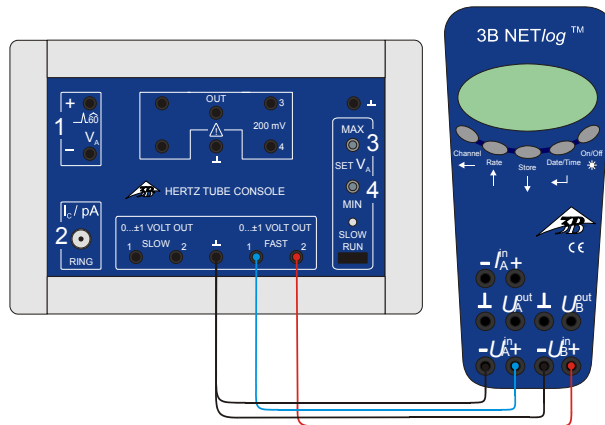

Fig. 2 Conexión del 3B NETlog™ en la unidad de control para tubos de potenciales críticos
- Se conecta la salida Fast 1 de la unidad de control en el entrada A, y resp. la salida Fast 2 en la entrada B de la 3B NET/log™. (ver Fig. 2)